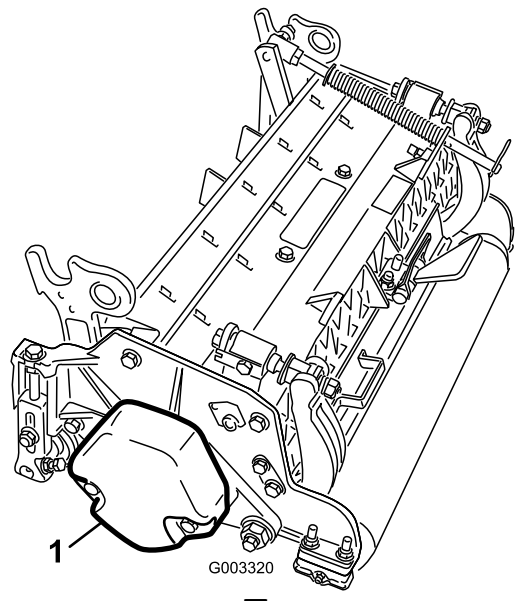

图3
4. 按照滚刀组图3操作手册的描述，确保将配重块（）安装到滚刀组正确的一端上。